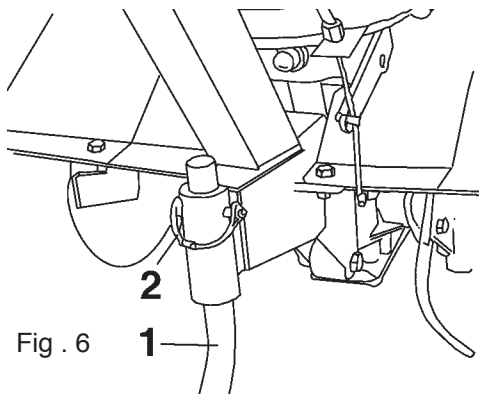

Fig . 6
Monter l'éperon (1) en utilisant la goupille à ressort (2) (Fig. 6)